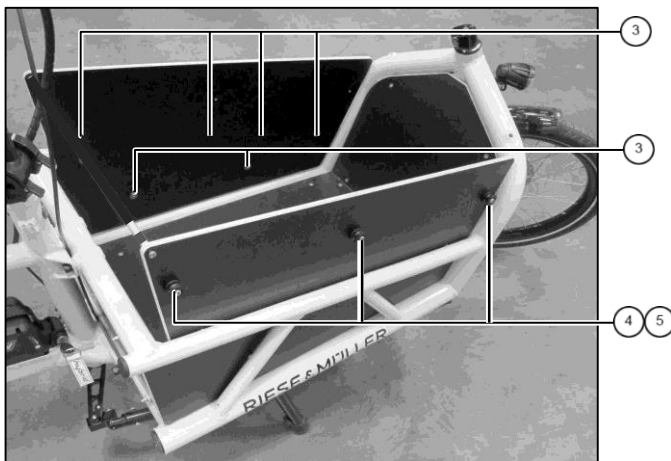

Abb. 1: Seitenwände montieren
1. Rundknöpfe ④ auf Thermoplastschrauben ⑤ stecken und Thermoplastschrauben ⑤ gemäß Abb. 1 in Seitenwände schrauben.
3. Unterlegscheiben ② auf Senkkopfschrauben ① schieben. Senkkopfschrauben durch Bohrungen ③ der Seitenwände stecken und locker in die Gewinde in der Reling drehen.
4. Seitenwände ausrichten und alle acht Senkkopfschrauben ① festziehen.